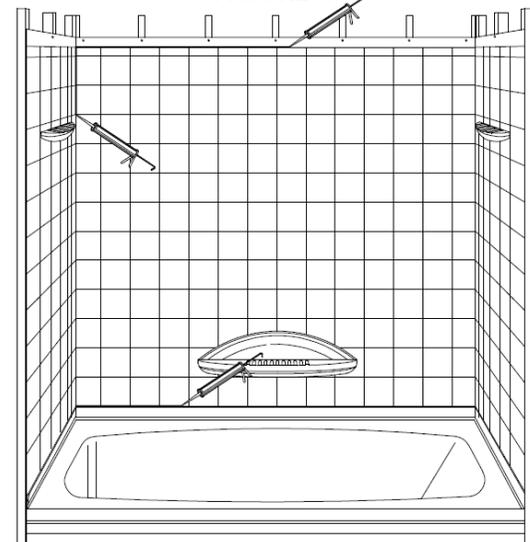

FIGURE 6
8. Laissez sécher l'adhésif 24 heures avant d'appliquer le scellant tout le tour et sur les joints (Fig. 6). Suivez les directives du fabricant du scellant concernant le temps de séchage.
8. *Allow adhesive to dry 24 hours before applying caulk beads to all edges and joints (Fig. 6). Follow caulk manufacturers' recommended cure time.*